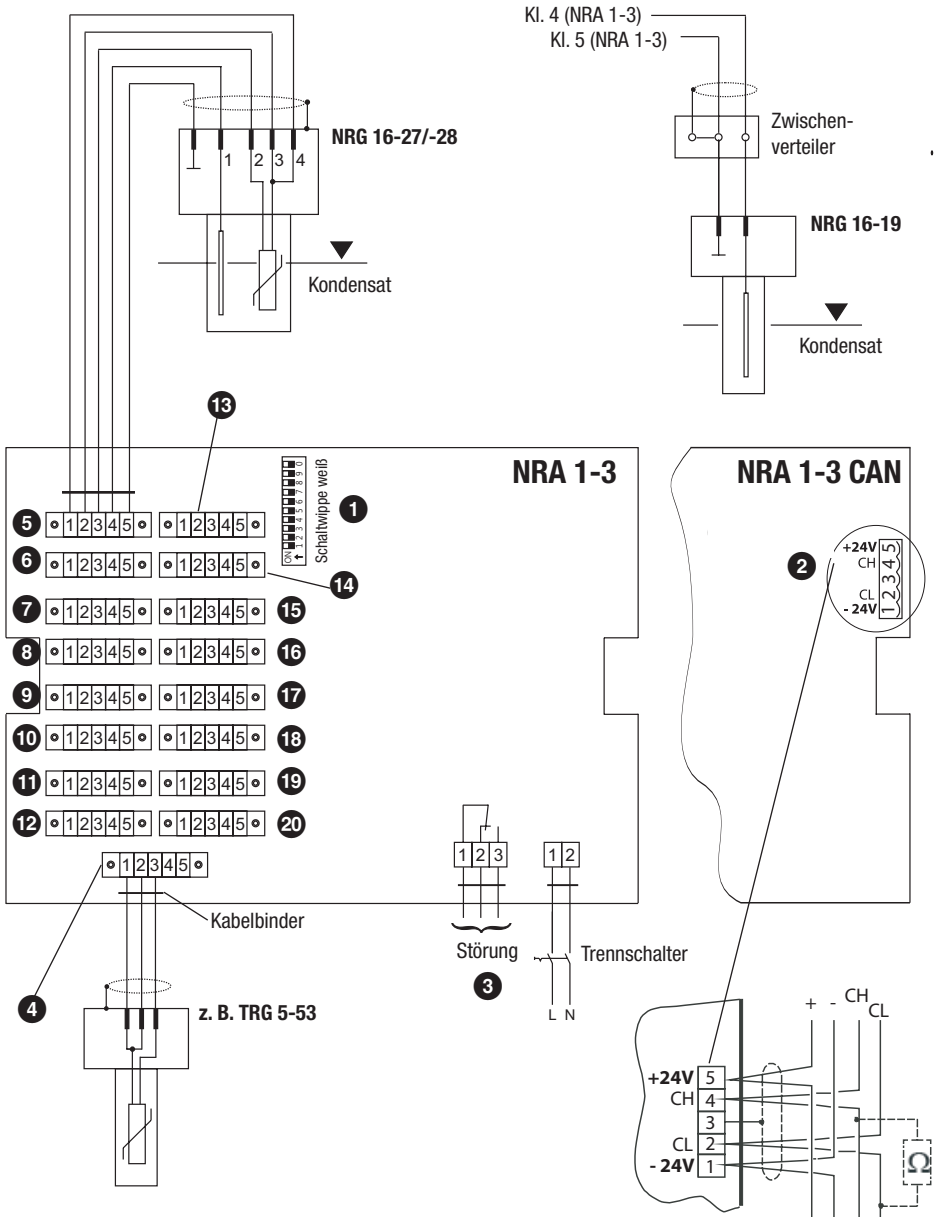

Fig. 4
- Kodierschalter **1** Fig. 4: Alle Schalter in Position OFF
Mit dem Kodierschalter **1** Fig. 4 Schalter S1 – S3 muss eine der sieben Betriebsarten (Modus) eingestellt werden.